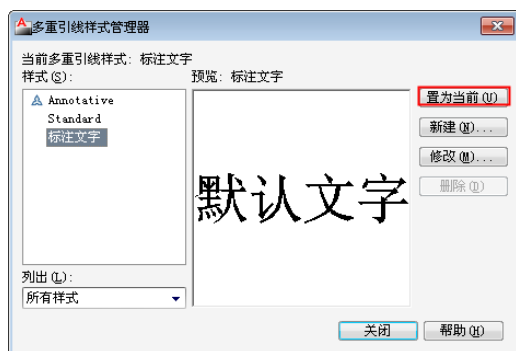

图 16.51 多重引线样式管理器
(6) 在完成以上修改后单击【确定】按钮，回到【多重引线样式管理器】的对话框，如图 16.51 所示，再依次单击【置为当前】，【关闭】按钮，完成设置文字样式，并置为当前应用。